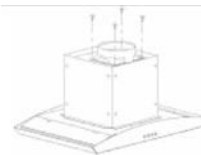

Bild.5
- 4 st ST4\*8 stora planhuvade skruvar används för att installera utloppet, se bild 5.